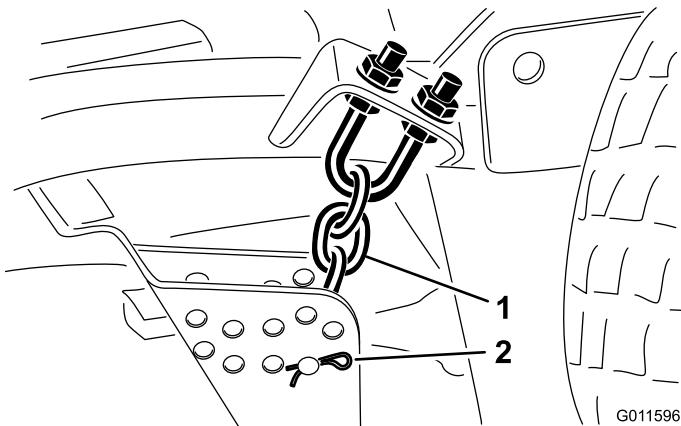

Figure 7
10. Enlevez les goupilles fendues et les axes de chape qui fixent les chaînes de hauteur de coupe à l'arrière du plateau de coupe (Figure 7).